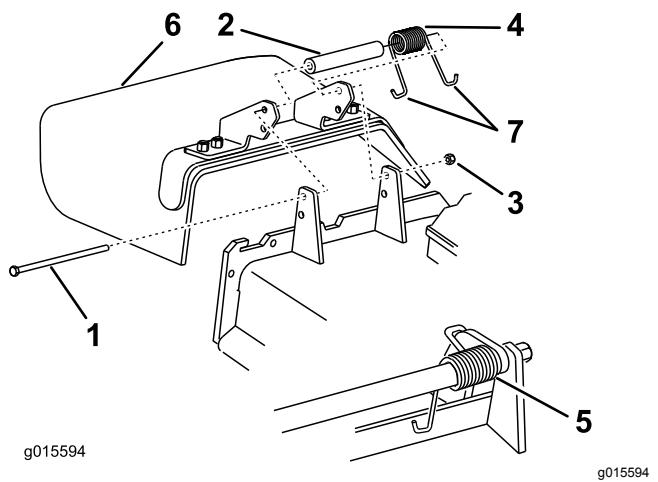

Figure 108
1. Retirez le contre-écrou, le boulon, le ressort et l'entretoise qui fixent le déflecteur aux supports de pivot (Figure 108).
2. Déposez le déflecteur d'herbe s'il est endommagé ou usé (Figure 108).
Remarque: Prenez soin de placer l'extrémité en J du ressort derrière le bord du plateau avant de mettre le boulon en place, comme montré à la Figure 108.
6. Accrochez l'extrémité en J du ressort au déflecteur d'herbe (Figure 108).